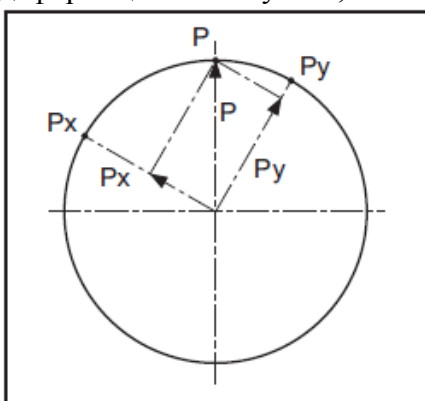

рисунок 11
- Соберите образец детали с фиксирующими винтами (смотрите рисунок 11).
В этом случае возможно размещение равных весов в областях 1 или 2, 3 или 4, при этом не нагружая зажимные кулачки слишком сильно (смотрите рисунок 11).
Если невозможно установить веса в требуемые места из-за невозможности их фиксации, добавьте в два ближайших места два новых веса так, чтобы их векторная сумма соответствовала требуемому весу (смотрите рисунок 11).